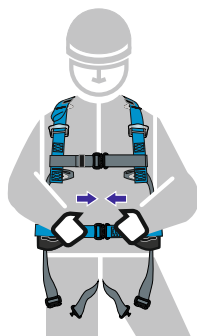

рис. 5
5. Застегнуть пряжки на нагрудной лямке и пояском ремне (**рис. 5, 6**).